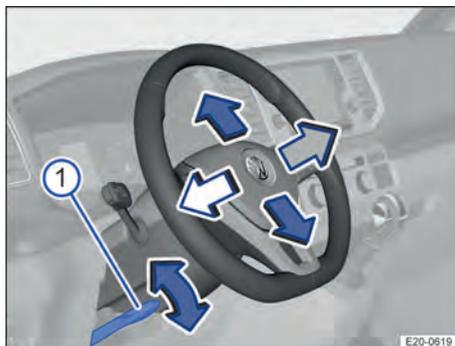

Fig. 54 Embaixo do volante no revestimento da coluna de direção: alavanca de ajuste mecânico da posição do volante.
1. Pressionar a alavanca → Fig. 54 ① para baixo.
3. Pressionar a alavanca → Fig. 54 ① com firmeza para cima até que ela se nivele com o revestimento da coluna da direção → ⚠.